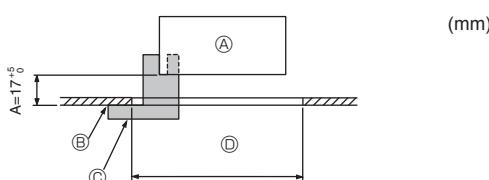

Fig. 7-2
7.2. Izgarayı takma hazırlığı (Fig. 7-2)
- Bu kit ile birlikte verilen geyci ② kullanarak ünitenin tavana göre konumunu ayarlayınız ve kontrol ediniz. Eğer ünite tavana göre doğru yerleştirilmezse hava geçirebilir veya kondansasyon birikmesine imkan verebilir.